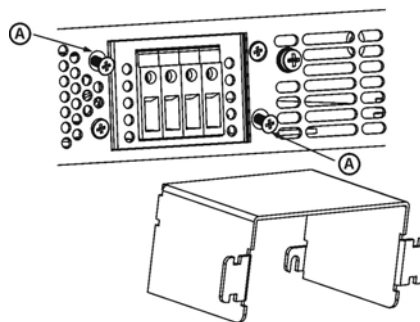

Рис.3-8: Сборка защитного кожуха
4. На половину выверните на шасси два винта с маркировкой «А», как показано на рис. 3-8.
5. Смонтируйте защитный кожух с шасси и затяните два винта, чтобы закрепить экран на шасси (см. рис. 3-8). Момент затяжки винтов: 4,8-5,3 фунта/дюйм.